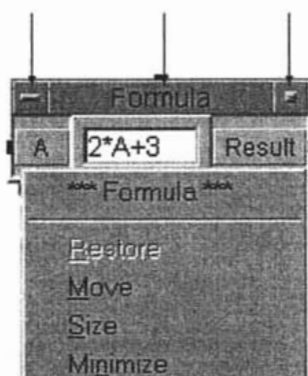

Figura 3.3: Estructura general de la barra del objeto.
- Se posiciona el ratón sobre el objeto, se abre su menú como en la figura 3.3 y se selecciona *CUT*, en el menú EDIT⇒*CUT* o se selecciona el objeto y se presiona *CTRL-X* o se presiona el botón cortar de la barra de herramientas.